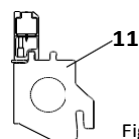

Fig. A5.07
- Към челния фиксатор SSL (11) в надлъжно направление. (Fig. A5.07)
Използвайте челния фиксатор SSL за настройка по височина при прехода от стандартно поле към зоната за кърпене. (Fig. A5.07)